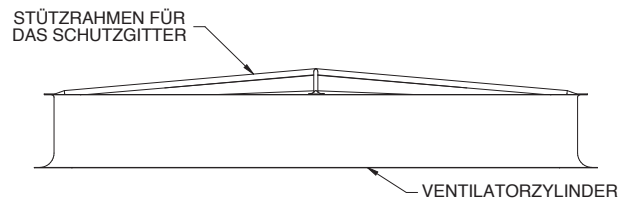

Abb. 13 – Montage des Stützrahmens
2. Das Ventilatorschutzgitter wird von unten durch einen X-förmigen Rahmen gestützt. Platzieren Sie den Stützrahmen oben auf dem Ausblaszylinder (wie in Abb. 13 dargestellt) und befestigen Sie diesen mithilfe von 3/8" (10 mm) Schrauben.